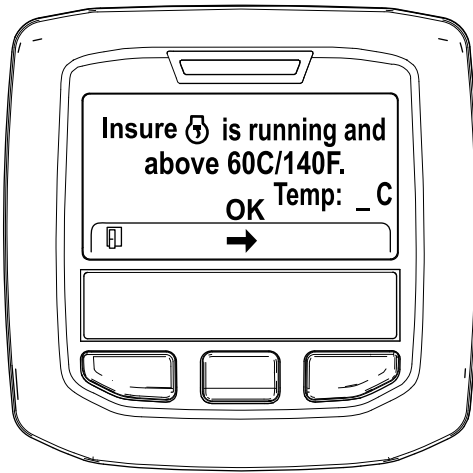

Figura 51
5. Se la temperatura del refrigerante è inferiore a 60 °C, viene visualizzato il messaggio "Insure is running and above 60C/140F" (Assicurarsi che sia in funzione e sopra 60 °C). (Figura 51).